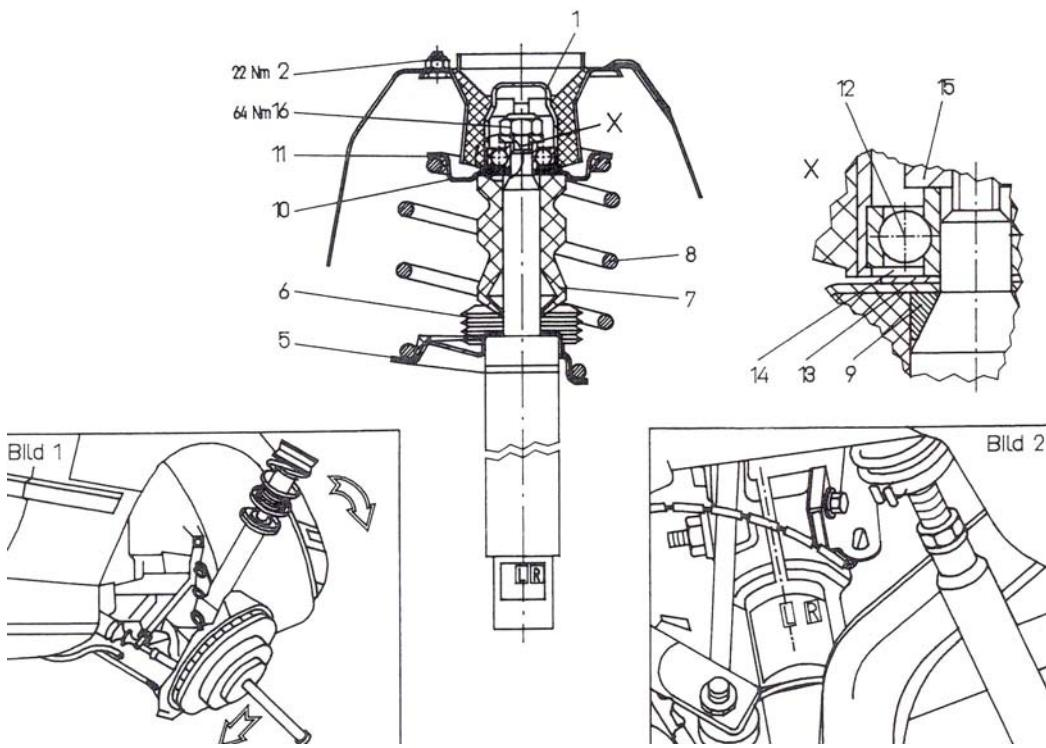
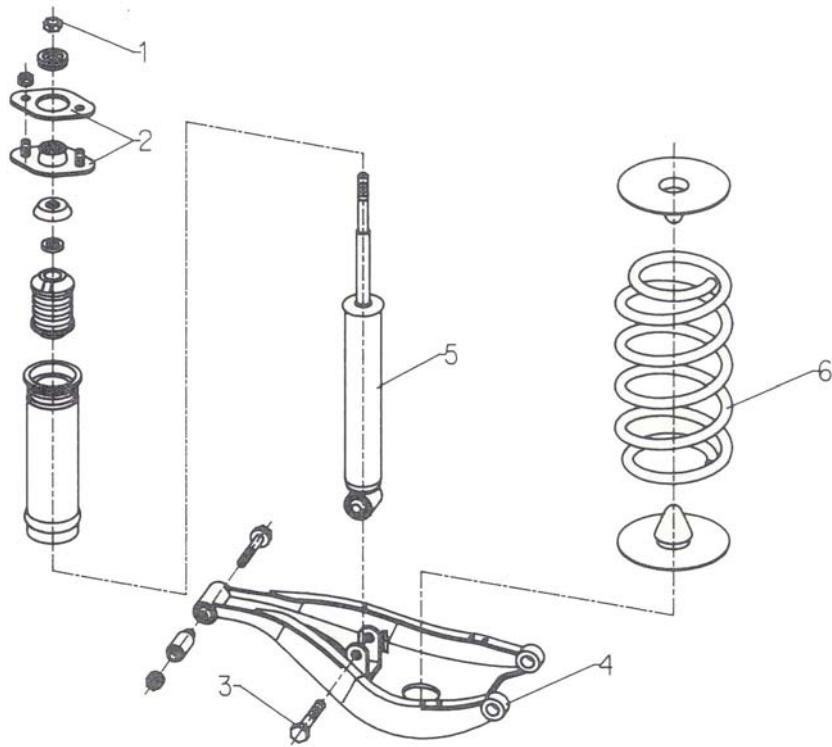

Fig. 1:
Fig. 2
- Kappe (1) und Befestigungsmutter (2) entfernen.
- Schwenklager mit einem Hebel z.B. Steckschlüssel mit Verlängerung, nach unten drücken, bis das Federbein nach außen aus dem Radhaus gekippt werden kann. (Fig. 1).
- Federbeinklemmung (3) aufschrauben und Federbein entfernen.
- SACHS Federbein (4) mit den Original Teilen: Gummiunterlage (5), Faltenbalg (6) und dem SACHS Druckanschlag (7) bestücken.
- SACHS Feder (8) mit Federspanner vorspannen und auf dem Federteller justieren.
- Original Stützscheibe (9) auf die Kolbenstange stecken.
- Oberen Federteller (10) mit Gummiunterlage (11) auf die Feder bringen.
- Remove the cap (1) and fastening nut (2).
- Press the swivel bearing with a lever (e.g. a socket wrench with an extension) down until the spring strut can be tipped out of the wheel arch toward the outside (Fig 1).
- Screw on the spring strut clamp (3) and remove the spring strut.
- Fit the SACHS spring strut (4) with the original parts: rubber support (5), bellows (6) and the SACHS pressure stop (7).
- Pretension the SACHS spring (8) with the spring tensioner and adjust to the spring cap.
- Fit the original support disc (9) on the piston rod.
- Fit the top spring cap (10) with its rubber support (11) on the spring:
- Retirer le chapeau (1) et l'écrou de fixation (2).
- Pousser le coussinet orientable vers le bas avec un levier, par exemple au moyen d'une clé à pipe avec rallonge, jusqu'à ce que la jambe de force à ressort puisse être basculée vers l'extérieur hors du logement de la roue (Fig. 1).
- Dévisser le serre jambe de force (3) et enlever la jambe de force.
- Pourvoir la jambe de force SACHS (4) des pièces originales suivantes : support en caoutchouc (5), soufflet (6) et butée de pression SACHS (7).
- Serrer légèrement le ressort SACHS (8) avec un monté ressort et ajuster sur la coupelle de ressort.
- Insérer la rondelle d'appui (9) sur la tige du piston.
- Amener la coupelle de ressort supérieure (10) avec le support en caoutchouc (11) sur le ressort.
- Retirar el tapón (1) y la tuerca de sujeción (2).
- Presionar hacia abajo el cojín eje giratorio con ayuda de una palanca, una llave de vaso con alargador, hasta que el amortiguador pueda volcarse hacia el exterior del paso de rueda. (Fig. 1).
- Desatornillar la sujeción de la columna de suspensión (3) y extraer la columna de suspensión.
- Montar el amortiguador SACHS (4) con las piezas originales: asiento de goma (5), fuelle (6) y el tope de presión de SACHS (7).
- Pretensar el muelle SACHS (8) con el tensor y ajustarlo al plato de resorte.
- Introducir la arandela de apoyo original (9) en el vástago del pistón.
- Colocar el plato de resorte superior (10) con el asiento de goma (11) sobre el muelle.
- Bei der Montage des Stützlaggers (12), ist darauf zu achten, dass die Scheibe (13), der Dichtring (14) und die Abdeck-scheibe (15) richtig positioniert sind.
- Mit der Mutter (16), wird das Stützlager mit der Feder angezogen.